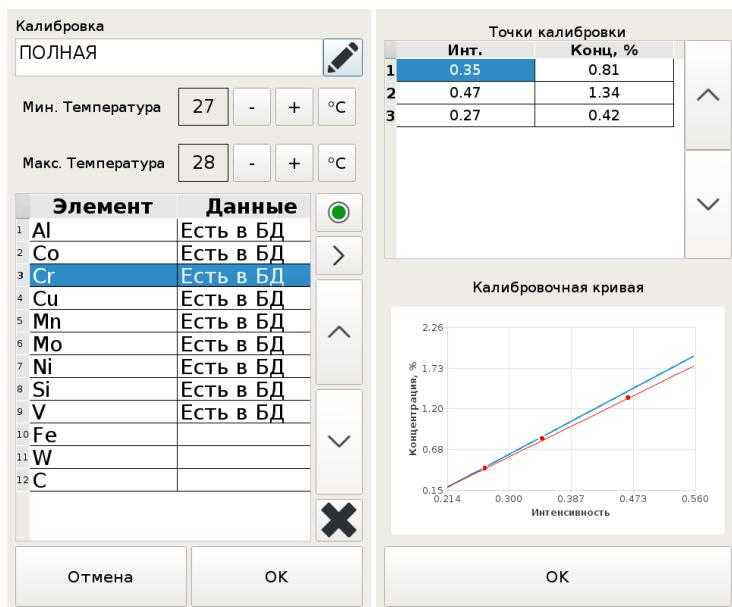

Рисунок 26 Изменение и просмотр параметров калибровки
- 4.6.10.5. Если для химического элемента уже существуют калибровочные данные, в строке элемента содержится запись «Есть в БД». Точки калибровки и калибровочную кривую можно посмотреть, нажав на кнопку (Рисунок 26). Для выхода из окна просмотра калибровочной кривой нажмите OK.